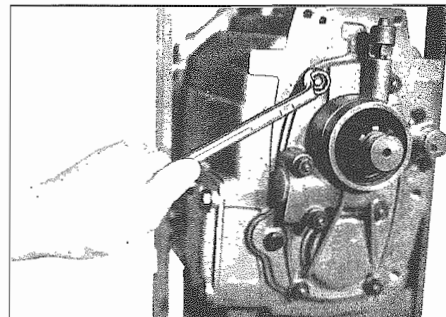
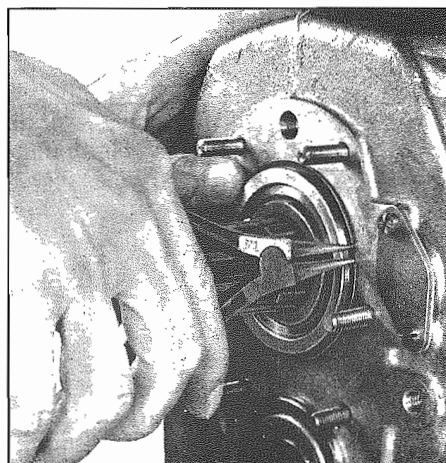
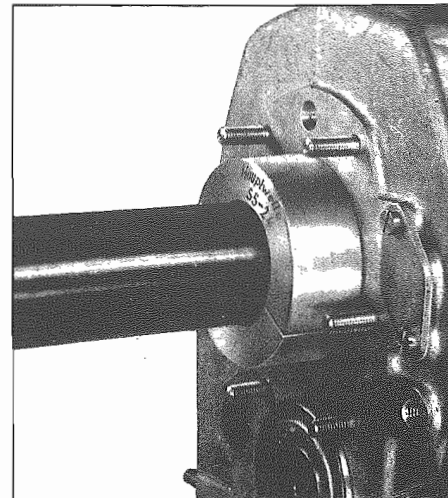

Fig. 6 - Svitare la vite
Fig. 7 - Estrarre l'anello di arresto
Fig. 8 - Estrazione del cuscinetto
- Svitare la vite (832) (Fig. 6) e la vite (507). Togliere la flangia (830). Espellere la guarnizione ad anello (828) dalla flangia.
- Togliere il coperchio del gruppo posteriore cambio (817)
- Togliere la vite senza fine del tachimetro (432). Estrarre l'anello di arresto (431) dalla cava del cuscinetto a sfere (Fig. 7). Estrarre il cuscinetto a sfere (430) con gli attrezzi speciali n. 4 e 5 (Fig. 8).
- Unscrew screw (832) (Fig. 6) and screw (507). Remove flange (830). Push shaft sealing ring (828) out of flange.
- Remove rear transmission assembly (817)
- Remove tachometer worm (432). Remove circlip (431) from groove of ball bearing (Fig. 7). Pull off ball bearing (430) with special tool 4. and 5. (Fig. 8).